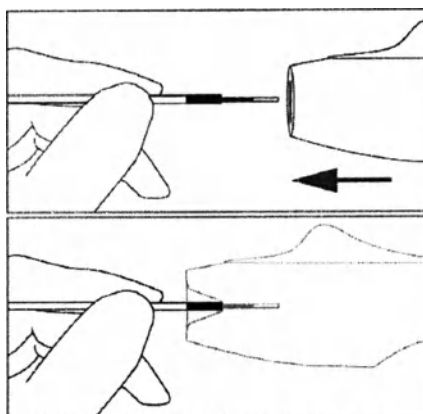

Рис.3.3
14. Держите толкатель дистальнее черной зоны выравнивания. Продвиньте ручку для отделения по проксимальному концу толкателя подачи до тех пор, пока черная зона выравнивания полностью не скроется внутри воронки ручки для отделения, и толкатель не остановится внутри ручки для отделения. (см.рис.3.3).